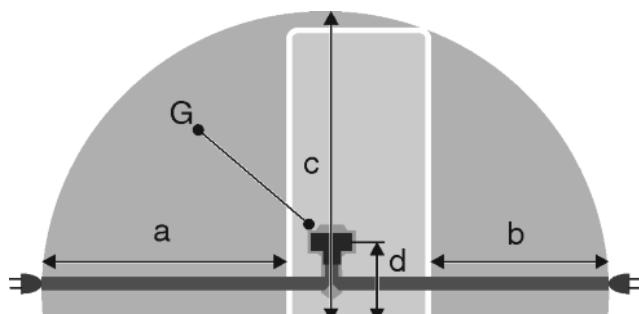

Fig. 20
- Розетка находится вне зоны задней стенки в данной зоне. Fig. 20 (a, b, c)
- Штекер устройства Fig. 20 (G) подсоединить с задней стороны устройства. Следить за правильной фиксацией.